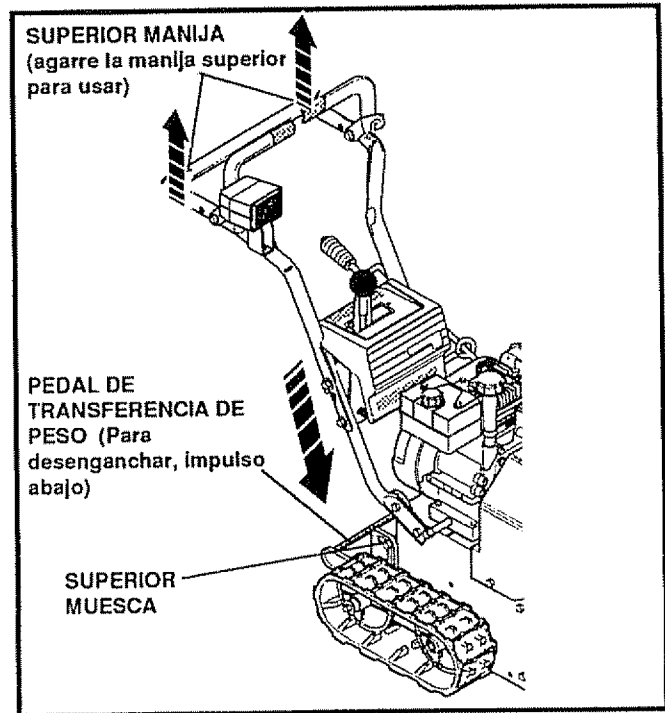

FIG.12
En nieve dura compactada o condiciones de mucha nieve, las removedoras de nieve convencionales tienden a pasar por encima y dejar montículos de nieve irregulares detrás de sí. Para estas condiciones, su nueva removedora de nieve de oruga tiene un sistema único de transferencia de peso (Vea Fig. 12) diseñado para minimizar el rodamiento sobre la nieve.
- Para usar la transferencia de peso, agarre la manija superior firmemente y empuje el pedal de transferencia de peso hacia abajo (Vea Fig. 12) con el metatarso del pie.